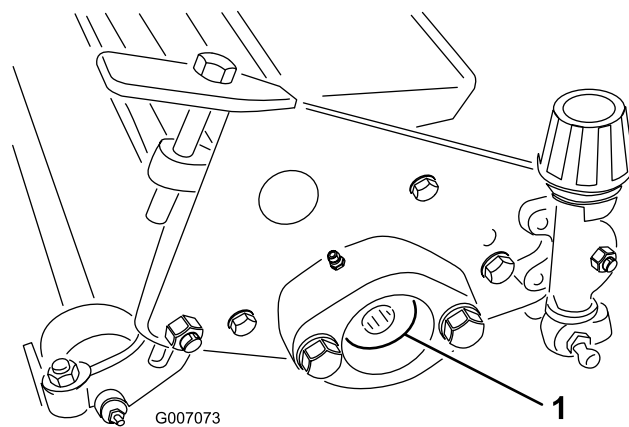

図 12
3. リール・ベアリングのハウジングをサッチング・ユニットの両側に固定しているネジ（2本）とロックワッシャを外す（図 12）。